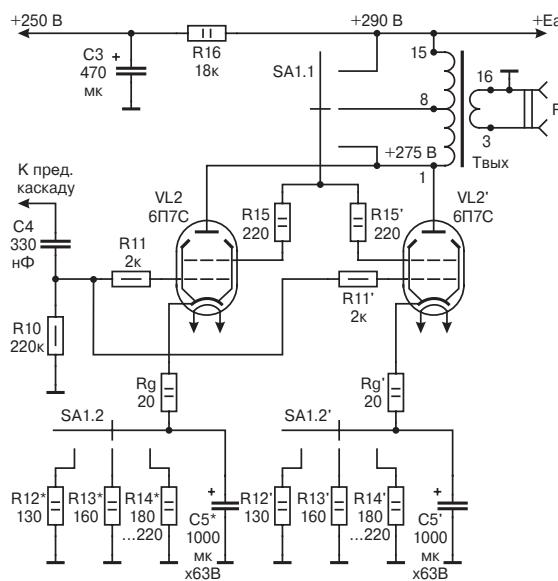
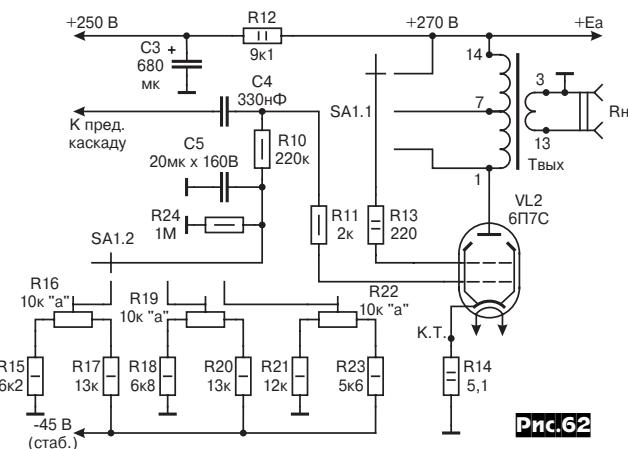
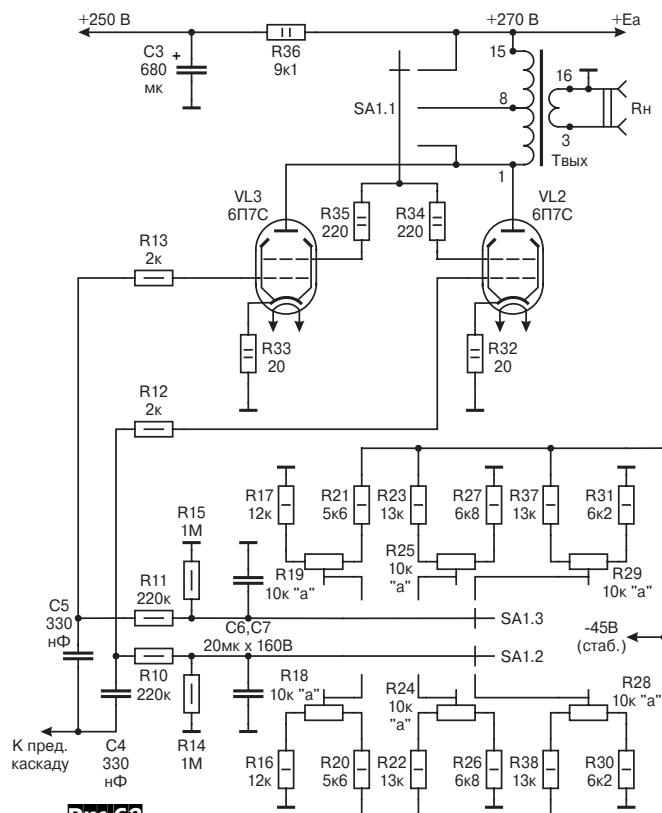

Рис. 60
Рис.62
Рис.63
**Принципиальная схема** выходного каскада, в котором применяется **параллельное включение лучевых тетродов** типа 6П7С, приведена на **рис. 60**. Каскады предварительного усиления сигналов полностью идентичны таковым у предыдущего аппарата (рис.51 в «РХ» 2/2003, с.57 и «РХ» 3/2003, с.50) и поэтому условно не показаны на рисунке. Максимально сохранены
частоты класса «A» с фиксированным отрицательным смещением на управляемой сетке. Пример практической реализации УМЗЧ с однотактным выходным каскадом на лампе 6П7С при работе в схеме с фиксированным отрицательным смещением на управляемой сетке показан на **рис.62**. Предварительные каскады усиления напряжения предложенного варианта аппарата абсолютно одинаковы с рассмотренными выше, поэтому их описание опустим и сразу же перейдем к рассмотрению особенностей построения схемы при работе оконечной лампы с фиксированным смещением.
Как видно из принципиальной схемы, предложенная здесь конструкция выходного каскада отличается от предыдущих только построением цепей управляющей сетки и катода, а «обвязки» анода и экранной сетки абсолютно идентичны. Так же как и ранее рассмотренных аппаратах, предусматривается возможность эксплуатации данного усилителя с любым из трех возможных включений оконечной лампы. Поскольку номинальные электрические режимы активных элементов в схемах **рис.51** («РХ» 3/2003, с.50) и **рис.62** между собой эквивалентны, соответственно одинаковой сохранится конструкция выходного трансформатора. И хотя в случае перехода от автоматического смещения к фиксированному при прочих равных условиях рекомендуется увеличить сопротивление нагрузки в цепи анода на 5...10%, что обусловлено лучшим использованием анодного напряже-
Поскольку усилители, собранные по схемам рис.51 и рис.62 по основным узлам принципиальных отличий не имеют, их параметры тоже почти не отличаются. У второго аппарата выходная мощность процентов на 10 больше при чуть мень-
Начнем с подбора выходных ламп. Вначале подготавливаем цепь экранных сеток VL2, VL3 подобно тому, как это описано применительно к схеме рис.60. Затем устанавливаем одну лампу и регулировкой потенциометров R18, R24, R28 либо R19, R25, R29 получаем начальные анодные токи 72...75 mA; 50...52 mA; 23...25 mA и отбираем группы тетродов с одинаковыми параметрами так, как это было рассмотрено выше. Положение движков переменных резисторов во время данной операции изменять нельзя. Завершив отбор электровакуумных приборов, следует восстановить правильное подключение экранных сеток и, установив на штатное место какую-нибудь лампу из комплекта, с помощью регулировки величины отрицательного смещения получить начальный анодный ток 72...75 mA в любом из трех положений переключателя SA1. Потом необходимо измерить отрицательные напряжения на управляющей сетке и потенциометрами другой цепи добиться таких же на выводе 5 пока еще пустой панельки. Не изменяя положения ползунков переменных резисторов, более точно подбираем пары выходных ламп на статическом и динамических режимах. Эта процедура подробно рассмотрена в описании усилителя, выполненн
ного по схеме рис.60 и поэтому останавливаться на ней не буду. В крайнем случае, при отсутствии достаточного запаса тетродов допустимо, хотя и не очень желательно, установить оптимальные рабочие режимы VL2, VL3 и согласовать их между собой коррекцией отрицательного смещения. Но рассогласование этих напряжений не должно превышать 5...7%. Остальная наладка ничем не отличается от методик, описанных ранее.
Правильно отрегулированный усилитель обеспечивает почти такие же характеристики, что и аппарат, собранный по схеме на рис.60 при немного большей максимальной выходной мощности и меньших нелинейных искажениях. Так же как и в предыдущих усилителях, в данном аппарате вполне возможно применить ООС. При желании это сделаете воспользуйтесь информацией из таблицы (с.51).
При работе оконечных ламп в схемах с фиксированным отрицательным смещением на управляющих сетках возможно их использование в параллельном включении подобно тому, как это реализовано в каскаде, показанном на рис.60. Пример данного включения приведен на рис.63. Достоинства и недостатки параллельного соединения активных приборов в обоих случаях будут одинаковыми. Сразу же отметим, что в вариантах оконечных каскадов на рис.60 и рис.63 используется выходной трансформатор одной и той же конструкции. Поскольку с особенностями назначения и применения подавляющего большинства элементов, образующих предлагаемое устройство, уже известно из описания схем рис.60 и рис.62, сразу же перейдем к различиям.